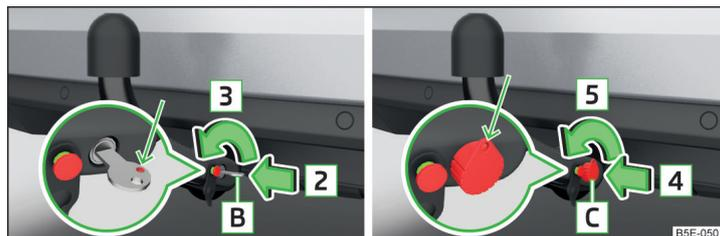

Abb. 194 Schloss entriegeln: Schlüsselvariante 1 / Schlüsselvariante 2
- › Den Schlüssel **B** in Pfeilrichtung **3** drehen, sodass dessen rote Markierung nach oben zeigt » Abb. 194.
- › Den Schlüssel **C** in Pfeilrichtung **5** drehen, sodass die Schlüsselöse nach oben zeigt » Abb. 194.